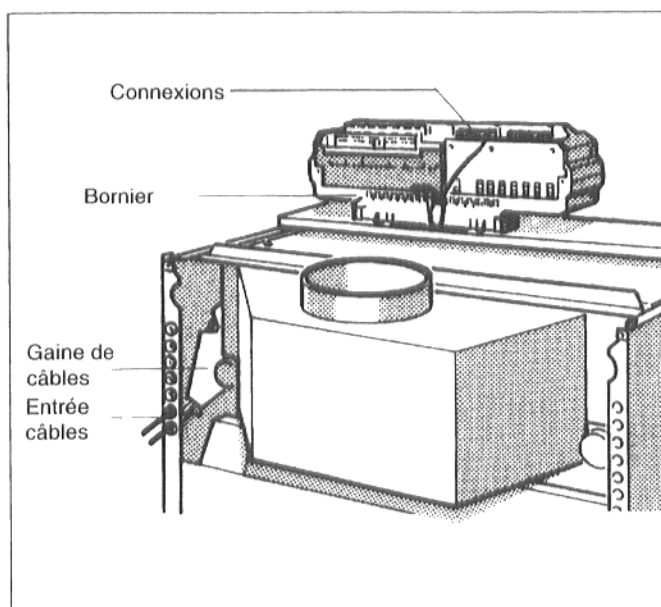
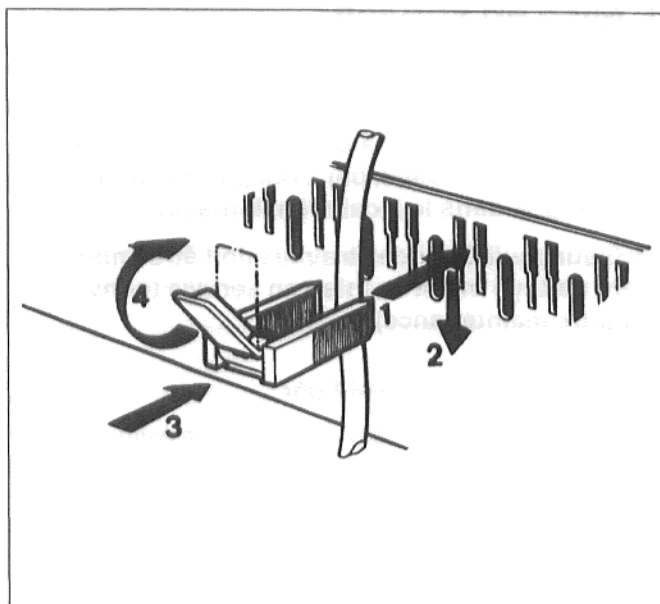

Fig. 19 Pose des câbles et raccords enfichables
Fig. 20 : Blocage des câbles avec le serre-câble
- Par l'arrière, passer les câbles électriques de l'installation dans la gaine de câble, en les passant à travers les entrées de câbles et les tirer jusqu'au tableau de commande à travers le trou prévu dans le capot avant de la chaudière (fig. 19).
- Raccorder les branchements électriques côté installation sur les raccords enfichables du tableau de commande (fig. 19).
- Bloquer tous les câbles à l'aide de serre-câbles : par le haut, insérer le serre-câble muni de son câble dans les fentes du cadre (fig. 19, le talon du levier doit être tourné vers le haut. Tirer le serre-câble vers le bas et le presser contre le cadre. Pivoter le levier vers le haut (fig. 20).